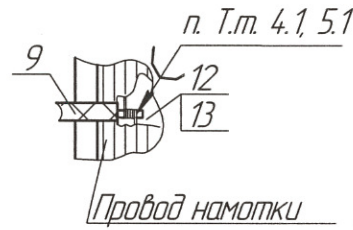

Рис. 2
- Обмотку выполнить проводами поз. 5, 6, 7 согласно схеме намотки Рис. 2. Выводы выполнить проводами поз. 9, паять припоем Прв КРЗ ПОС-61 ГОСТ 21931-76. Места пайки изолировать изоляционным материалом одним слоем поз. 12 и двумя слоями поз. 13.